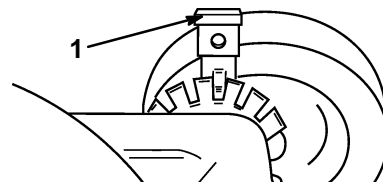

Figure 13
1. Pour modifier la hauteur de coupe, tirer le levier de réglage vers la roue et le placer dans la position souhaitée (Fig. 13).